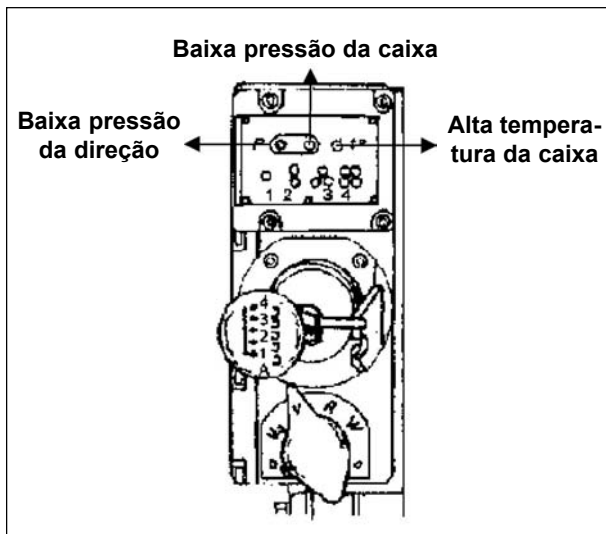

Fig 3-4. Caixa de câmbio
**9** - luzes de advertência da baixa pressão da direção, baixa pressão e alta temperatura da caixa; (Fig 3-4)